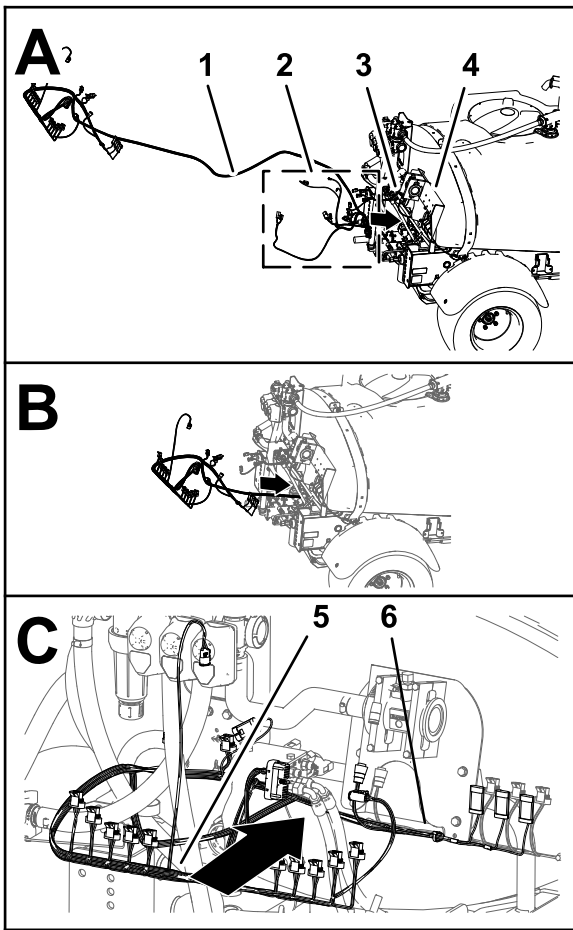
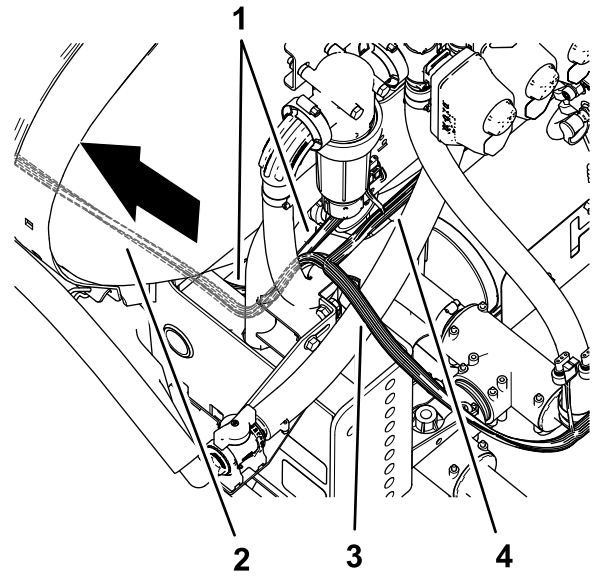

图76
图77
2. 将套件线束的 84cm 线束支管、60cm 线束支管以及 66cm 线束支管沿机器线束布置到机器左侧(图76 和 图77)。